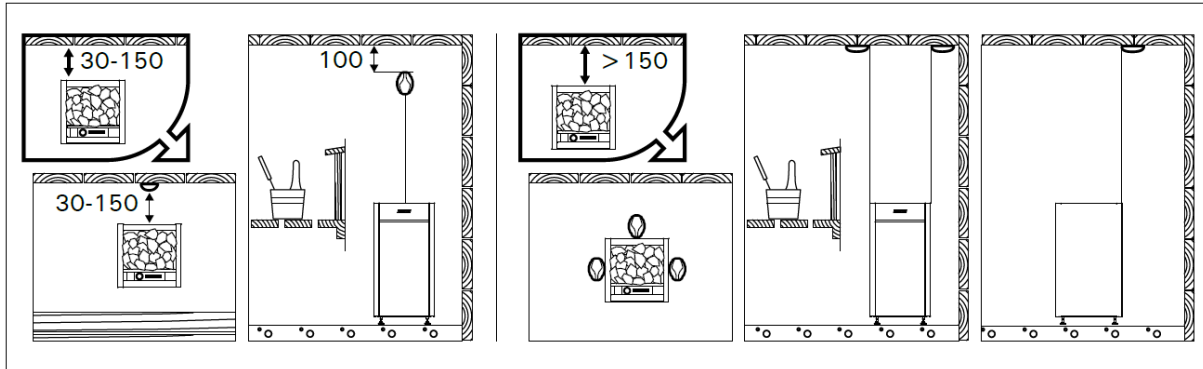

Abbildung 7. Installation der Temperaturfühler (alle Abmessungen in Millimetern)
- Installieren Sie den Temperaturfühler wie in Abb. 7 dargestellt. Wenn der Ofen weiter als 150 mm von der Wand aufgestellt wird, muss der Temperaturfühler an der Decke montiert werden. **Luftzufuhr nicht so anbringen, dass sie den Temperaturfühler abkühlt. Abbildung 4.**